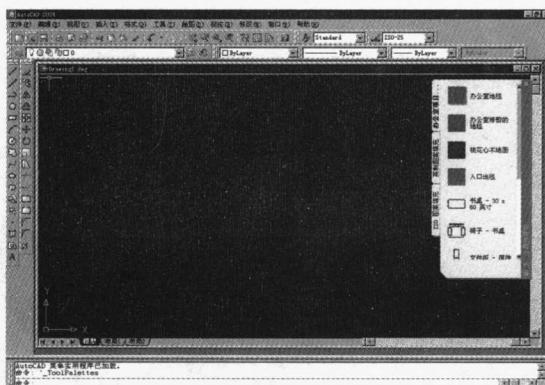

图 1-1 AutoCAD 2004 界面
(1) 启动程序：在桌面上双击 AutoCAD 2004 应用程序图标或选择“开始”→“程序”→AutoCAD 2004→ AutoCAD 2004 命令，打开 AutoCAD 2004 应用程序窗口，如图 1-1 所示。